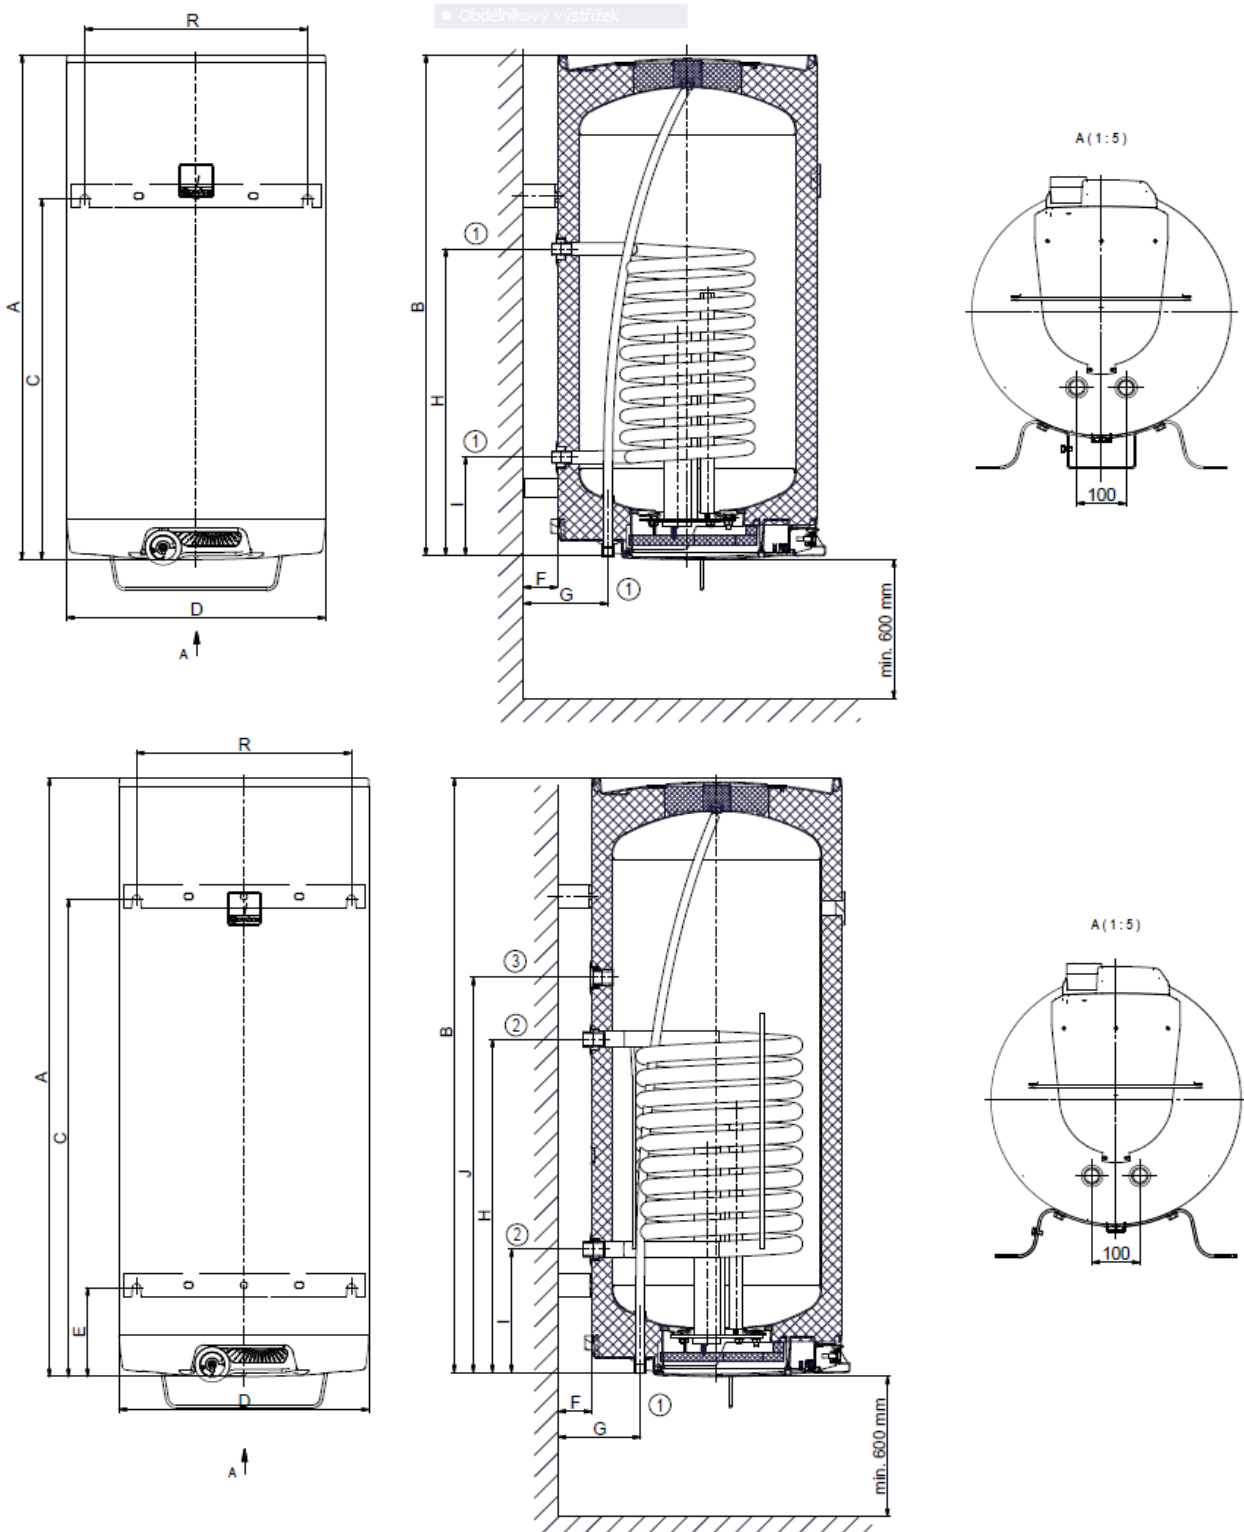
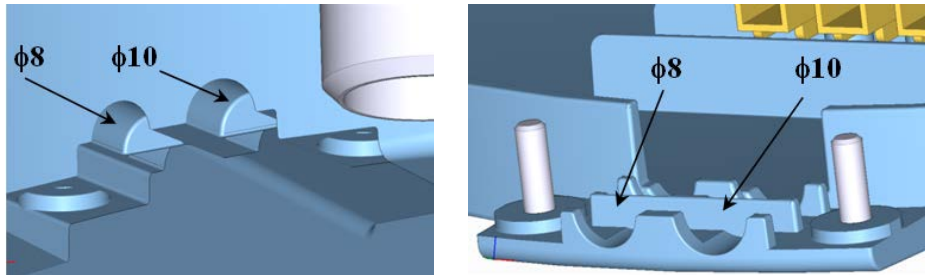
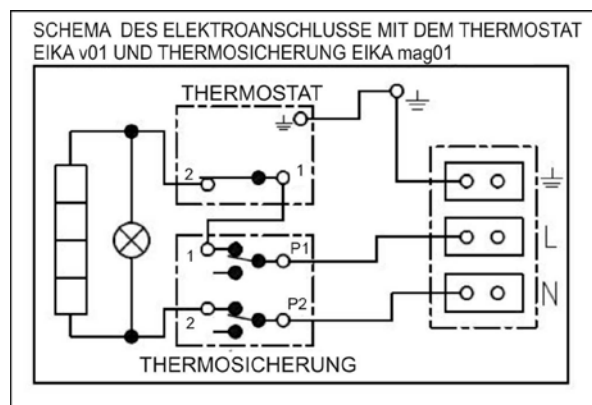

Bild 1
Bild 4
Bild 5
Vor der Montage ist die Tragfähigkeit der Wand zu prüfen und je nach Wandtyp geeignetes Verankerungsmaterial zu wählen, bzw. die Wand auszusteifen. Der Warmwasserspeicher ist in senkrechter Lage so anzubringen, dass sich dessen Unterkante mindestens 600mm über dem Boden befindet (Bild 1). Bei kombinierten Warmwasserspeichern ist es notwendig, vor der Aufhängung an die Wand die entsprechenden Knierohre an den Heizwassereintritt und Warmwasseraustritt anzuschließen und durch deren Ausrichtung die Montage von rechts bzw. von links zu bestimmen (Bild 4). Angesichts der verschiedenen Arten tragenden Mauerwerks und des breiten Sortiments an speziellem, auf dem Markt erhältlichen Verankerungsmaterials gehört diese Materialausstattung ab Herstellerwerk nicht zum Lieferumfang. Das Verankerungssystem hat je nach Gegebenheiten individuell angepasst zu werden. Wir empfehlen, eine Fachfirma mit Wandmontage und Verankerung zu beauftragen oder einen Fachmann hinsichtlich der Verankerung zu konsultieren.
Der Anschluss ist gemäß des Anschlussschemas durchzuführen. Die im Werk vorgenommene Schaltung darf nicht geändert werden! (Bild 5) In der Abdeckung der Elektroinstallation ist die Trennscheibe zu entfernen, die dem Durchmesser der Zuleitung $\phi 8$ oder $\phi 10$ (Bild 4) entspricht. Die Schutzart der elektrischen Teile des Warmwasserspeichers ist IP 44. Leistungsbedarf elektrischen Körpers beträgt 2000W.
- Das Schema des Elektroanschlusses ist dem Wassererhitzer am Gehäuse der Elektroinstallation (Bild 5) beigelegt.